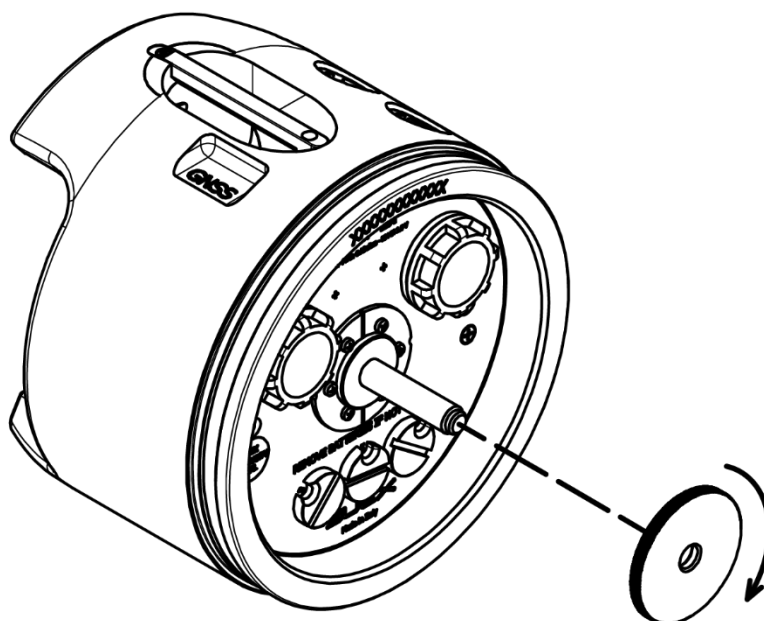

Fig 11 - Disco zavorra acqua salata per XL
- Installare il disco zavorra extra salata (pos.11 Fig.3) sul SINAPSI come in Fig 11 - a pag. 13;